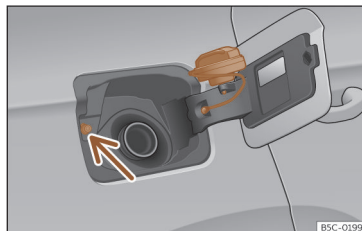

Fig. 200 Tampa do depósito com o tampão encaixado.
- Coloque-a no espaço existente na dobradiça da tampa aberta >>> **Fig. 200.**
Evite tocar no botão de travagem da tampa de combustível >>> **Fig. 200** (seta). O sistema entenderá que acabou e não poderá continuar a abastecer. Volte a pressionar o botão da porta do condutor para continuar.